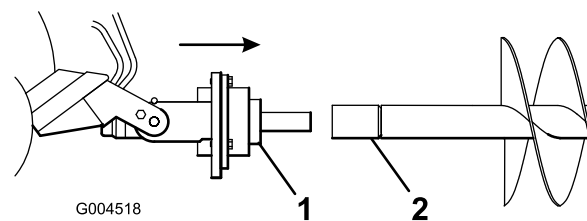

图 7
8. 操纵驱动轴使其进入螺旋钻轴或延长组件如适用的末端如图 7 所示。